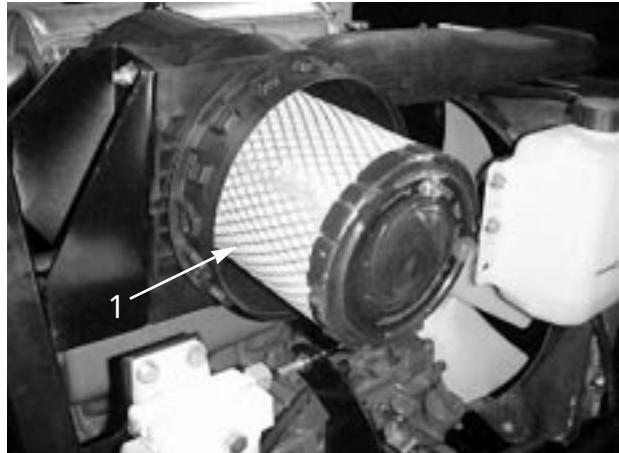
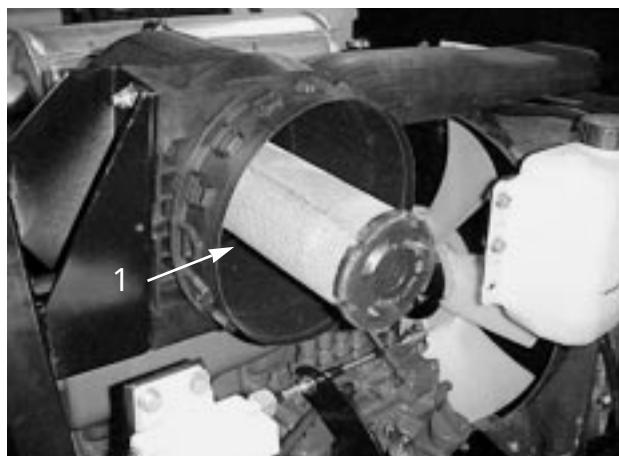

図29
図30
2. 一次フィルタ(図29)を静かに引き出す。ごみが落ちるので、フィルタをボディーに打ちつけないよう注意すること。また、安全フィルタ(図30)は取り出さないこと。
**重要** 安全フィルタ(図30)は絶対に洗わないでください。安全フィルタは、一次フィルタの3度目の整備時に新品に交換します。